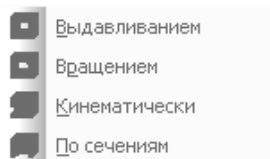

Рис. 2.25. Всплывающее меню пункта **Вырезать** выпадающего меню пункта **Операции** главного меню
- **Вырезать** вызывает всплывающее меню, показанное на рис. 2.25;